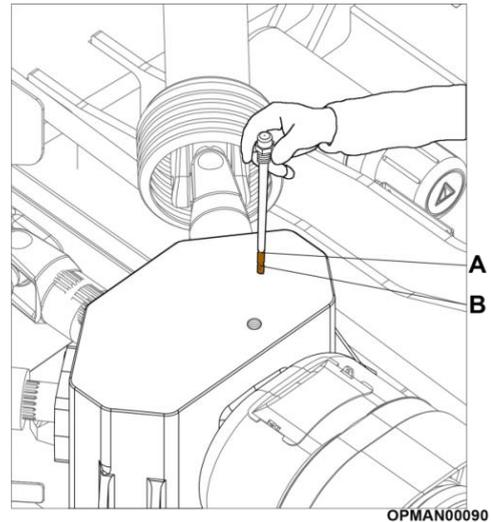

Figure 5.2 – Repères sur la jauge d'huile des Multicut
La quantité d'huile à utiliser dans chacun des réducteurs est déterminée par les marques de remplissage sur la jauge et la quantité approximative d'huile pour le réducteur spécifique est indiquée dans le Tableau 5.1. La jauge comporte des rainures qui indique le niveau maximum, voir la Figure 5.2 (A), et le niveau minimum, voir la Figure 5.2 (B).
Le réducteur ne devrait pas nécessiter de lubrifiant supplémentaire, sauf s'il est fissuré ou si un joint fuit. Il est recommandé de contrôler le niveau d'huile **chaque jour avant l'utilisation** et de faire l'appoint d'huile si nécessaire pour faire monter le niveau jusqu'au repère supérieur, voir la Figure 5.2 (A), **avant d'utiliser la machine**. La protection du réducteur répartiteur comporte une découpe qui permet de contrôler le niveau d'huile sans ouvrir la protection.